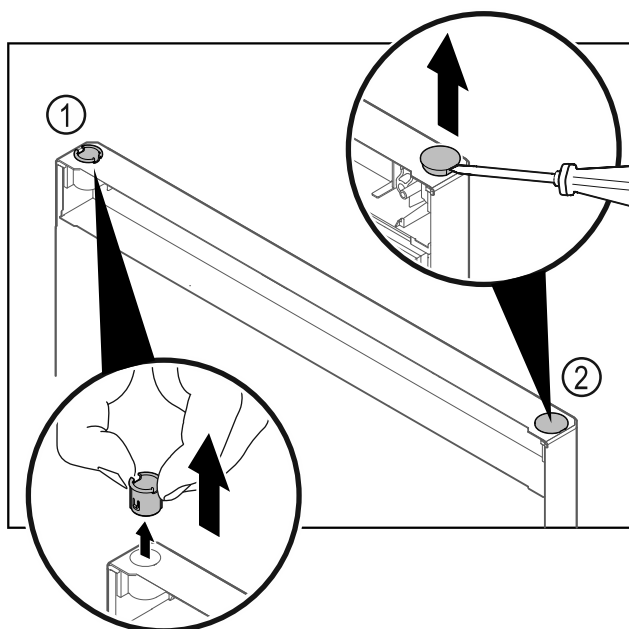

Fig. 20
- Nxirrni jashtë bokullën e menteshës Fig. 20 (1) me gishta.
- Ngrini lart me kujdes tapën mbuluese Fig. 20 (2) me një kaçavidë me kokë petë dhe nxirrni jashtë.